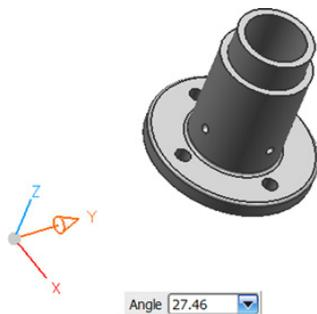

图 1-33 操作视图三重轴
(1) 快捷键。
(2) 视图三重轴。点击视图三重轴中的一个轴，拖拽鼠标中键时视图只能绕该轴旋转。按 Esc 键或点击视图三重轴原点手柄将返回正常旋转，如图 1-33 所示。